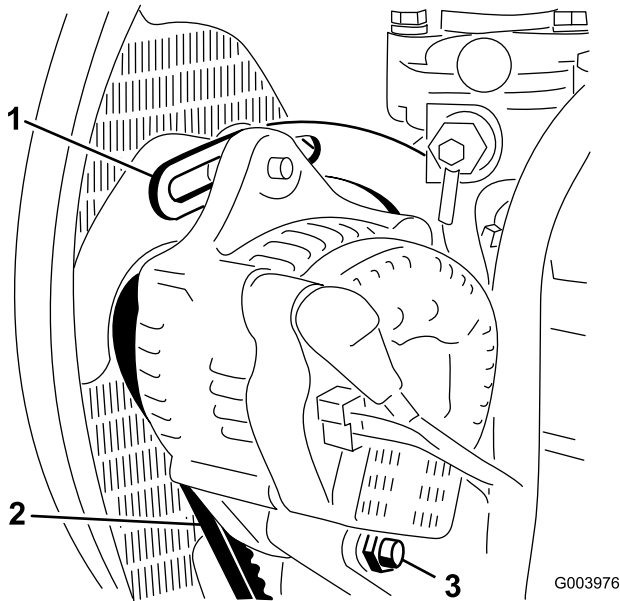

Figura 67
2. Verifique a tensão da correia do alternador, premindo-a (Figura 67) até metade entre as polias do alternador e do cárter com uma força de 10 kg.
3. Desaperte o parafusos que segura a abraçadeira ao motor (Figura 67), o parafuso que segura o alternador à abraçadeira e o parafuso de articulação.